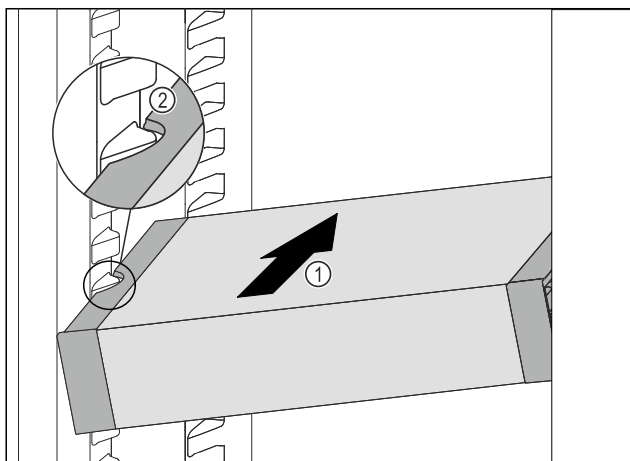

Fig. 88
- ▶ A VarioSafe fiókot ferdén tolja be a hűtőréssbe Fig. 88 (1) annyira, hogy a VarioSafe oldalsó kivágásai Fig. 88 (2) a hűtőréssben a tartóborda magasságában legyenek.